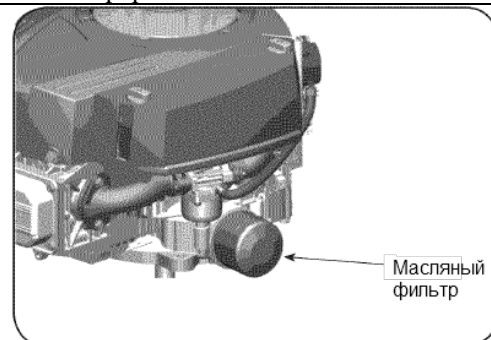

Рис. 10
2. Отверните масляный фильтр и правильно утилизируйте. См. Рис. 10